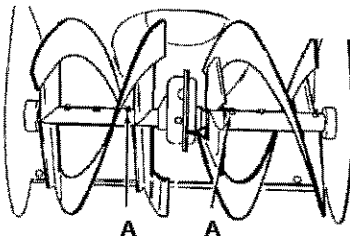

Figura 83
1. Lubrique los accesorios Zerk (A) cada diez horas con una pistola engrasadora.
2. Cada vez que cambie un perno de seguridad, engrase también el eje de la barrena. Vea la Figura 83. Consulte "Cómo reemplazar los pernos de seguridad de la barrena" en la sección de Servicio y Ajustes.